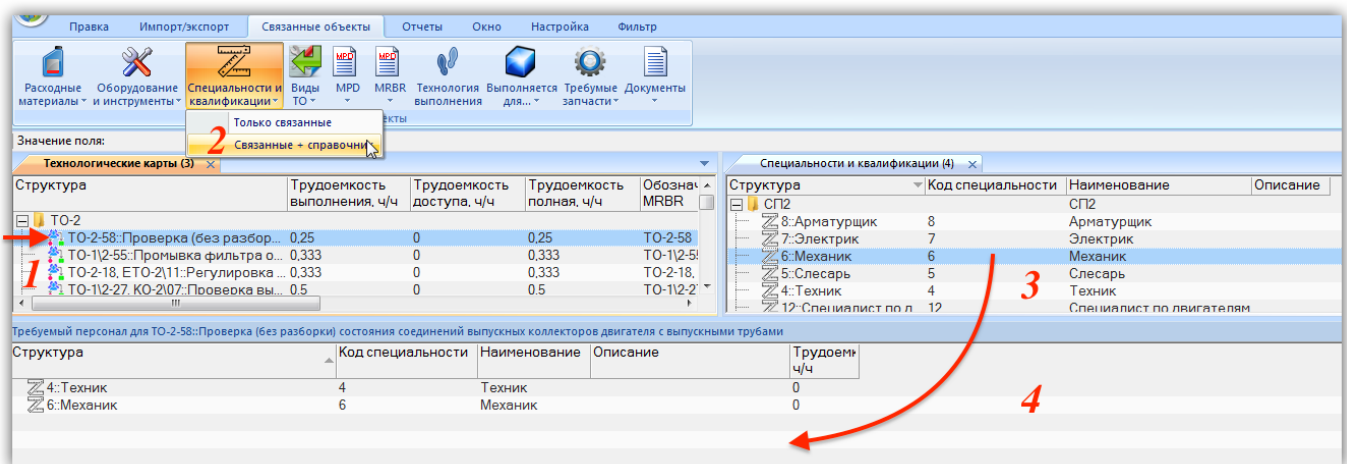

Рис. 17-59 – Требуемый персонал для ТК
- 1) Выделить техкарту в рабочем окне «Технологические карты» (1 на рис. 17-59).